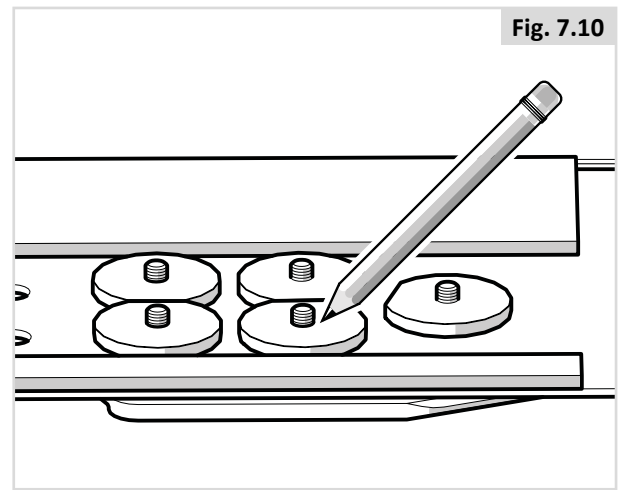

Fig. 7.10
5. Marker hvor skruene skal kuttes. (Fig. 7.10).